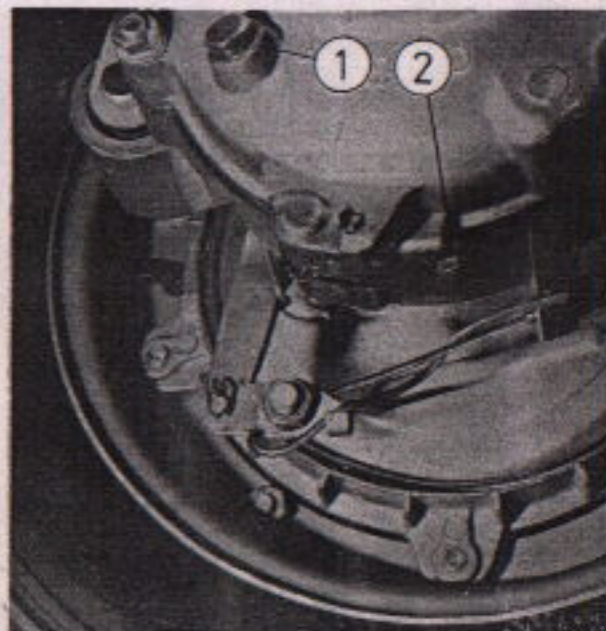

Fig. 13
- **Sustituir el aceite del cambio** (ver fig. 13 e instrucciones en la pág. 30).
Vaciar el cárter a través del orificio de vaciado (ver fig. 13).